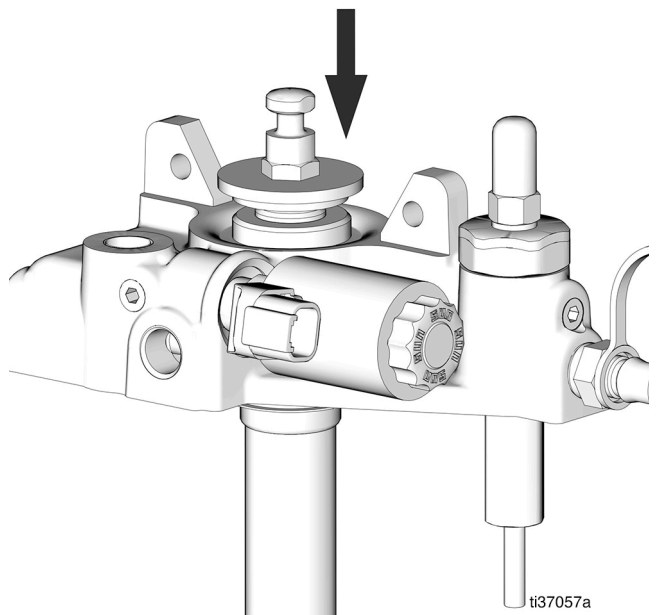
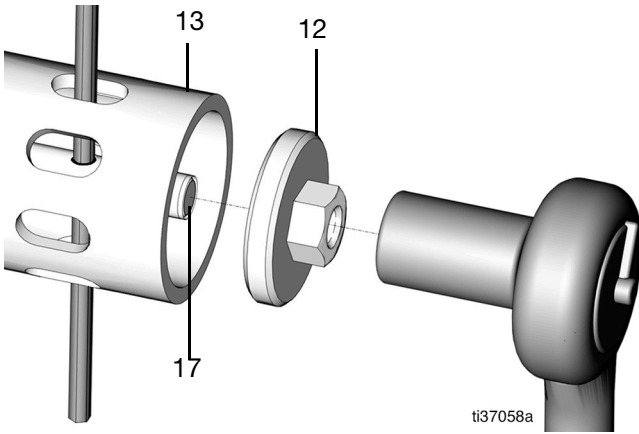

图 36
图 37
15. 推动泵杆 (27) 的末端以进入位于铲杆末端的十字孔内 (图 36 和图 37)。
16. 将内六角扳手或类似工具穿过铲管 (13) 的插槽, 并插入裸露的十字孔中, 以保持铲杆 (17) 稳定 (图 37)。
17. 用 10 毫米套筒扳手松开并卸下铲活塞 (12) (图 37)。